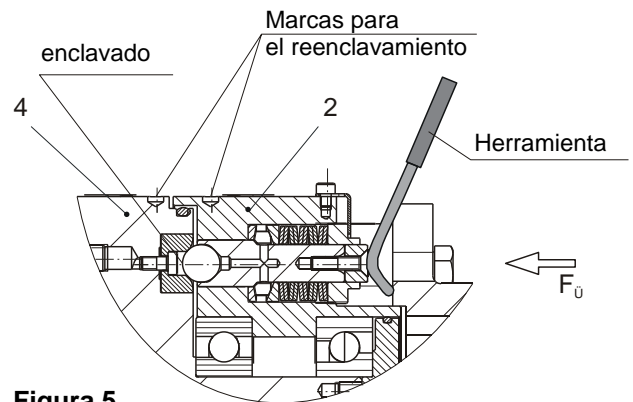

Figura 5
Reenclavamiento (Figura 5)
Los orificios de marcación situados en el perímetro exterior de la brida de elementos (2) y de la brida de presión (4) deben estar alineados (Figura 5).
- ☐ Manualmente con una herramienta adecuada (Figura 5).